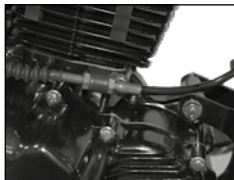

Imagen 22. Tuercas de ajuste.
5. Utilizar las tuercas del embrague ubicadas en la parte superior del motor. Ver imagen 22.